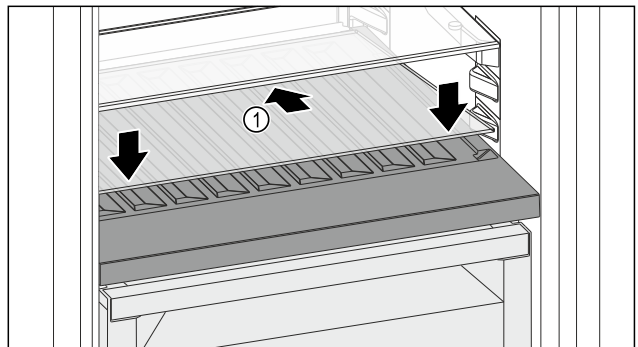

Fig. 143
- ▶ Posizionare il ripiano di vetro Fig. 143 (1) inclinato indietro e verso il basso.
- ▶ Abbassare la parte anteriore del ripiano di vetro Fig. 143 (1).